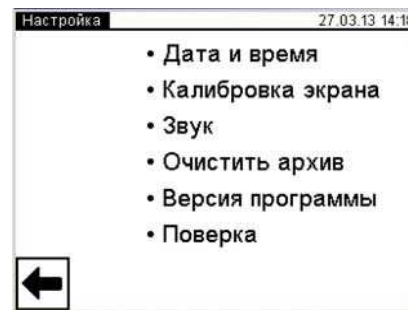
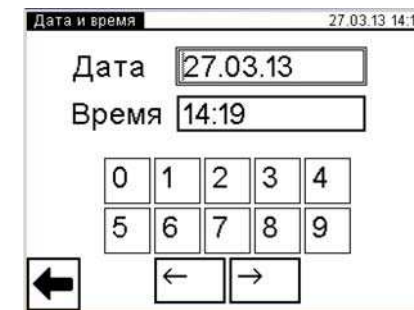

Рисунок 6.5
Рисунок 6.6
4) Перейти в режим настройки, для чего в окне "Главное меню" нажать на кнопку  , на экране откроется окно "Настройка" (рисунок 6.5).
5) Перейти в окно "Дата и время", для чего в окне "Настройка" нажать на строку "Дата и время", на экране появится окно "Дата и время" (рисунок 6.6).
6) Ввести дату, для чего нажать в поле "Дата" (рисунок 6.6), а затем, нажимая соответствующие кнопки с цифрами, ввести дату.
7) Ввести время, для чего нажать в поле "Время" (рисунок 6.6), а затем, нажимая соответствующие кнопки с цифрами, ввести время.
8) Вернуться в окно "Главное меню", нажав на кнопку  в окне (рисунок 6.6), а затем в окне (рисунок 6.5).
- 3) Для очистки архива нажать на кнопку  Да на экране появиться окно "Настройка" (рисунок 6.5).